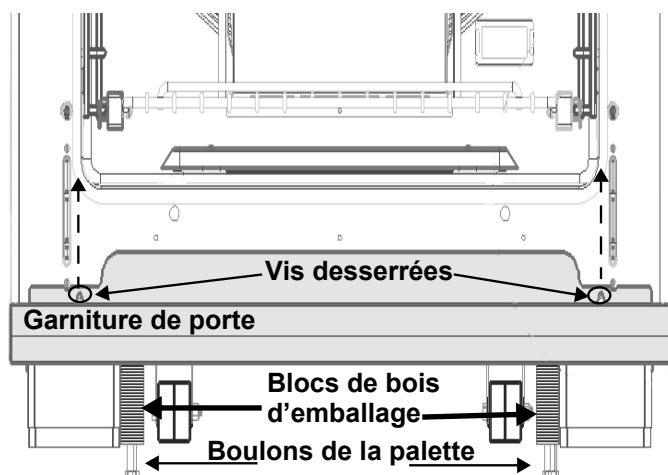

FIGURE 5: DOOR TRIM, PACKING BLOCKS, & PALLET BOLTS
3. Toutes les cuisinières sont fixées à une palette à travers un bloc de bois central à l'aide de quatre (4) boulons (*Figure 5*). Les deux boulons frontaux de la palette ne sont accessibles que lorsque la garniture de porte, située sous la porte, a été enlevée.